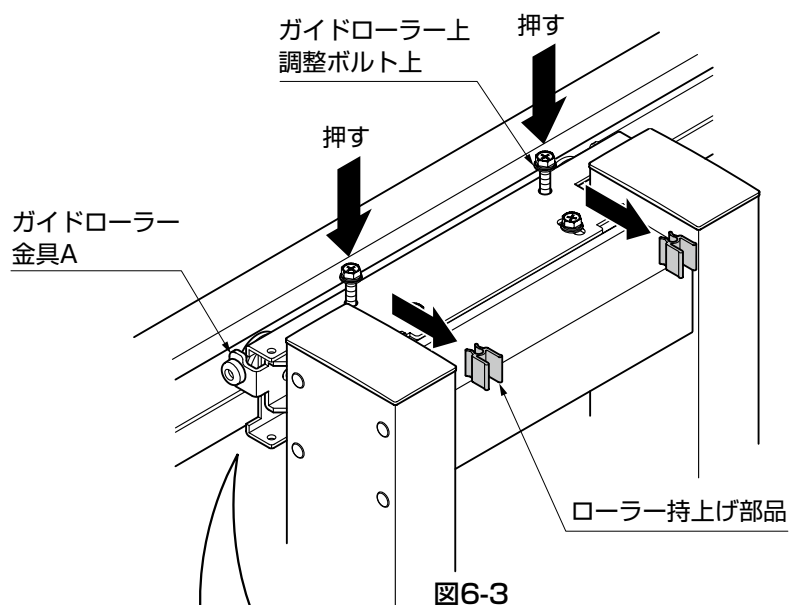

図6-3
- ③ガイドローラー上のローラー持ち上げ部品を外し、ガイドローラー金具Aを下げてください。(図6-3参照)